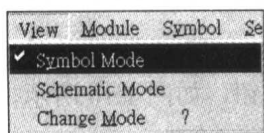

图 1.10 切换至符号模式
(6) 切换模式: S-Edit 文件中的模块具有两种模式, 一个为电路设计模式 (Schematic Mode) , 另一个为符号模式 (Symbol Mode) 。选择 View→Symbol Mode 命令, 如图 1.10 所示, 可切换至符号模式并会看到 core 模块的符号, 如图 1.11 所示。